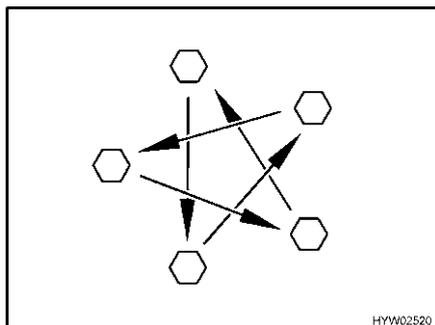

Fig. 274 Apertar as porcas e os parafusos das rodas em cruz
- Controle regularmente se as porcas e os parafusos das rodas estão bem apertados. Reaperte em cruz as porcas ou os parafusos de uma roda mudada após 50 km (Fig. 274). Binário, ver ponto 13.5.2.
- ▷ Aperte as porcas e os parafusos das rodas em cruz (Fig. 274).